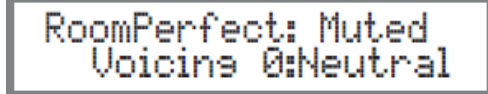

Рисунок 9
1. Нажмите кнопку STANDBY/ON на Фронтальной панели или нажмите кнопку POWER на пульте ДУ для включения MEN220. В верхней строчке Информационного Дисплея на Фронтальной Панели приблизительно в течении двух секунд будет отображаться индикация “RoomPerfect:Muted”. Смотрите рисунок 9.